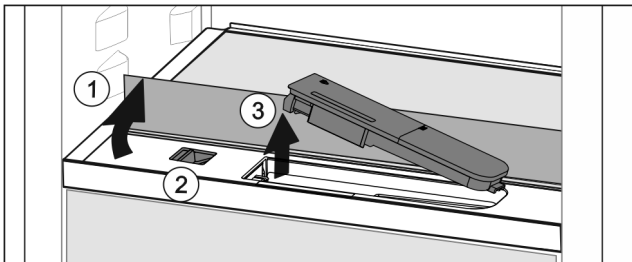

Fig. 119
- ▶ Glasplatte anheben und bis zum Anschlag nach hinten klappen Fig. 119 (1).
- ▶ Schieber Fig. 119 (2) nach links schieben.
- ▶ Wassertank entnehmen Fig. 119 (3).